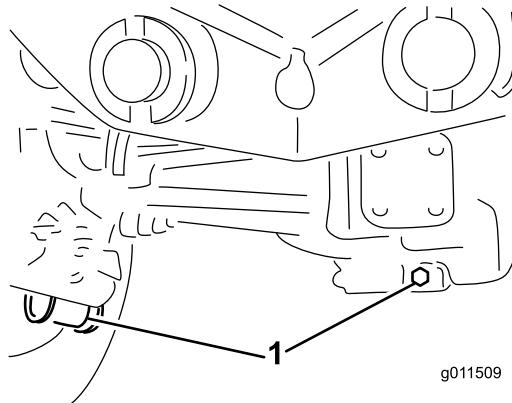

Figura 91
2. Limpe a zona em redor dos 3 tampões de escoamento, 1 em cada extremidade e 1 no centro (Figura 91).